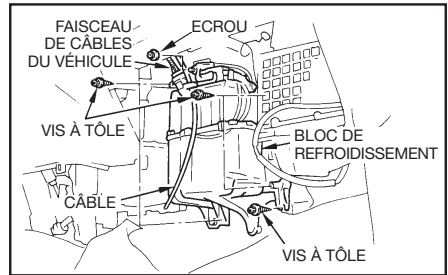

fig. 2
1. Déposer le bloc de refroidissement en suivant les procédures données par le fabricant du véhicule (Voir fig. 2).